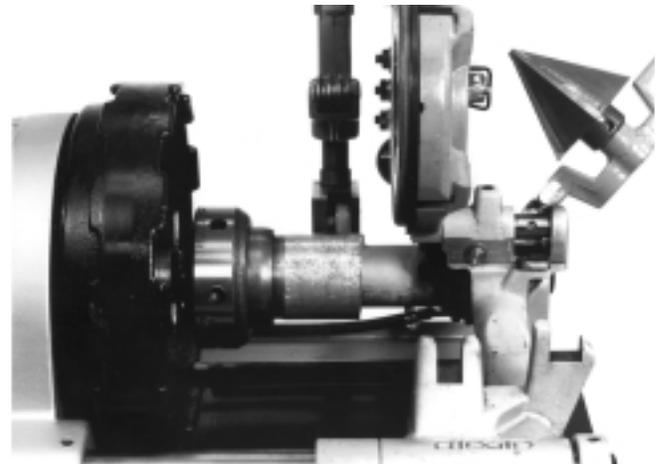

Figura 20 – Portaherramientas niplero No. 819 listo para roscar
5. A mano, atornille al adaptor el niple (Figura 20) que ha sido roscado en un extremo. Efectúe el escariado y rosque el otro extremo.